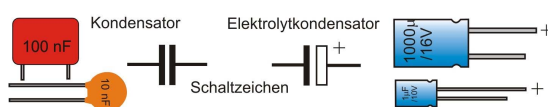

Bild 8: Gebräuchliche Kondensatortypen
Farad (F) angegeben wird - können sie speichern. Wenn man die Spannung vom Kondensator trennt und die Platten mit einem Draht kurzschließt, entladen sie sich wieder. Bild 8 zeigt zwei unterschiedliche Bauformen: Links der normale Kondensator, rechts der Elektrolytkondensator, auch kurz als Elko bezeichnet. Dieser kann durch seine Aufbauweise wesentlich mehr Kapazität aufnehmen und speichern, da ein chemisches Substrat (Elektrolyt) integriert ist. Wichtig: Die Anschlüsse des Elkos sind gepolt, d. h., sie dürfen nicht vertauscht werden. Deshalb ist auch das Schaltzeichen anders. Die positive (Plus-)Seite besitzt ein weißes Feld, die negative ist schwarz. Da in der Praxis Kapazitäten in der Größe von Farad ganz selten vorkommen, werden die Bauelementewerte in μF (Mikrofarad), nF (Nanofarad) und pF (Pikofarad) angegeben. Außer der Kapazität ist auch die Spannungsfestigkeit von Bedeutung. Bei Elektrolytkondensatoren wird sie stets mit angegeben. Zum Beispiel bedeutet 100/16, dass das Bauteil eine Kapazität von 100 μF besitzt und für eine maximale Spannung von 16V ausgelegt ist. Bei den gebräuchlichsten Keramik- oder Folienkondensatoren bis 63 V ist meist nur die Kapazität aufgedruckt.